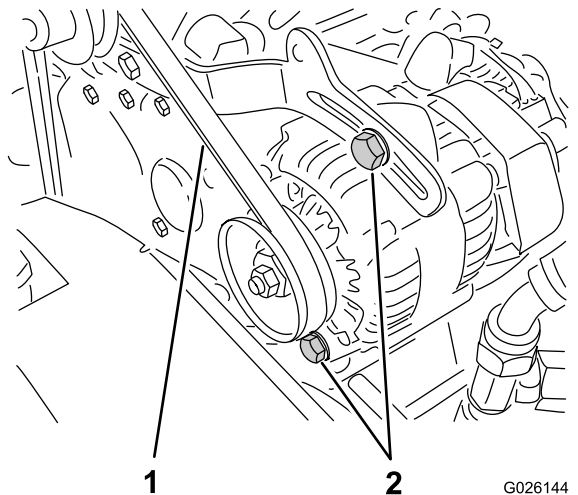

Figura 67
2. Verifique a tensão pressionando a correia a meio curso entre a cambota e as polias do alternador com uma força de 10 kg (Figura 67).
- A. Desaperte os 2 parafusos de fixação do alternador (Figura 67).
- B. Utilizando um pé de cabra, rode o alternador até atingir uma tensão adequada da correia; depois, aperte os parafusos de montagem (Figura 67).